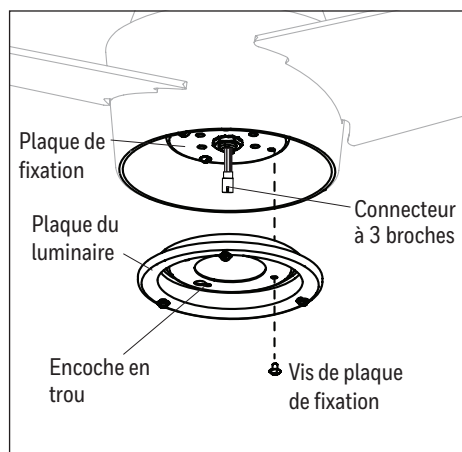

Figure 5.4
4. Retirez l'une des quatre vis de plaque de fixation préassemblées à la plaque de fixation et desserrez les trois autres vis sans les retirer. Faites passer le connecteur à 3 broches dans le trou central de plaque du luminaire. Alignez les encoches en trou de serrure de la plaque du luminaire sur les vis desserrées de la plaque de fixation. Tournez la plaque de luminaire dans le sens des aiguilles d'une montre et remplacez la vis de plaque de fixation retirée précédemment. Serrez toutes les vis (Figure 5.4).